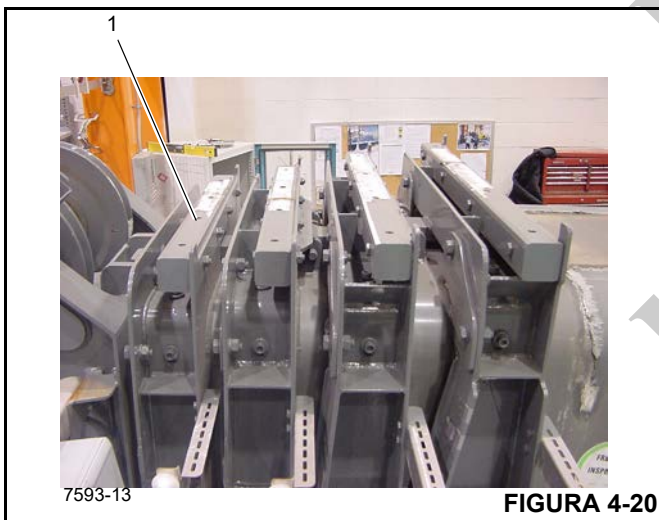

FIGURA 4-20
8. Remova a tira de proteção do cabo (1) (Figura 4-20) da parte dianteira superior do flange na frente da seção.